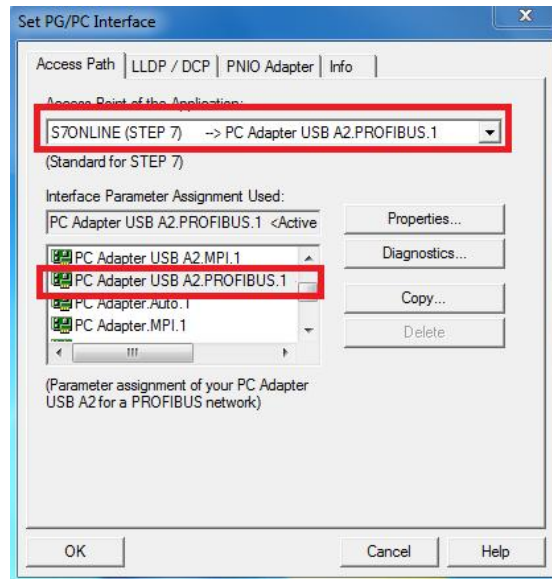

图 3-7
2. 如图 3-7 中，在 Access Point of the Application (应用程序访问点) 的下拉列表中选择 S7ONLINE (STEP7)，在 Interface Parameter Assignment Used 中选择 PC Adapter USB A2 PROFIBUS.1，然后单击右侧的 Properties 按钮，打开对话框。